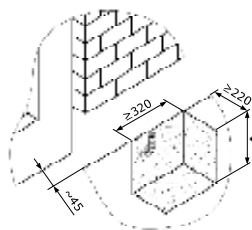

Рисунок 2.
- Подготовьте яму (рис. 2) под фундамент для привода. Расположение ямы относительно проема выберите в зависимости от конструкции ворот (например, при самонесущих воротах привод располагается так, чтобы шестерня находилась посередине между роликовыми опорами). Яму выполняйте на глубину, при которой не происходит промерзание грунта.
- Залейте бетон в подготовленную яму (рис. 2).